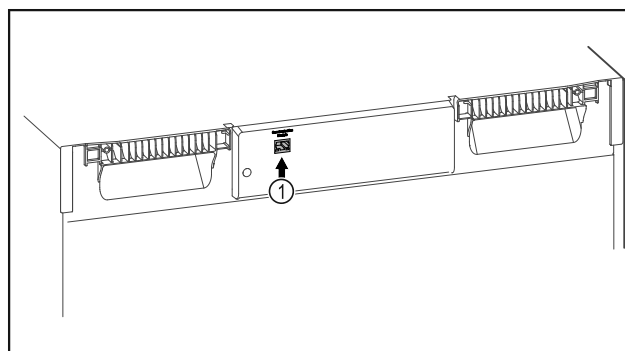

Fig. 126
- Le SmartModule Fig. 126 (1) est installé.